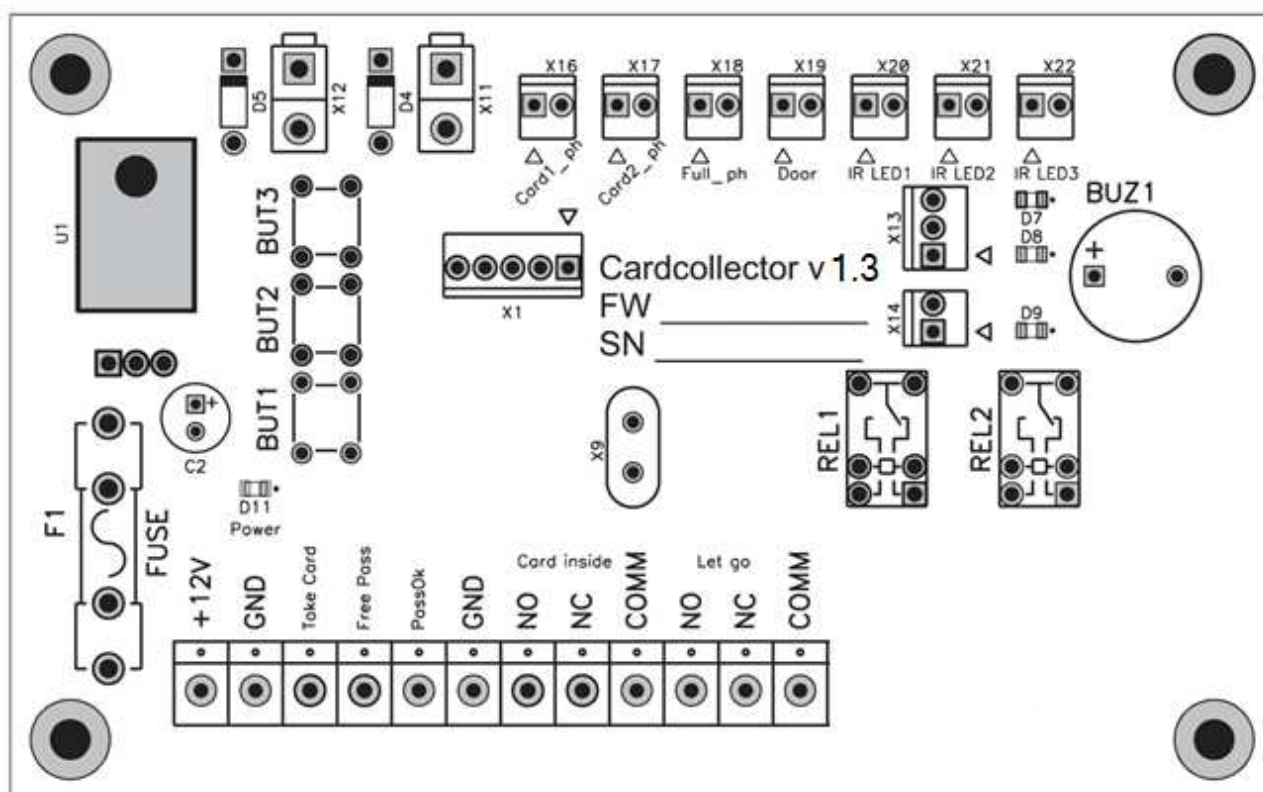

Рис. 5. Внешний вид платы картоприемника
- нажмите и удерживайте кнопку BUT1 на плате картоприемника (рис. 5). При нажатой кнопке шторка картоприемника принудительно открывается и звучит непрерывный звуковой сигнал;